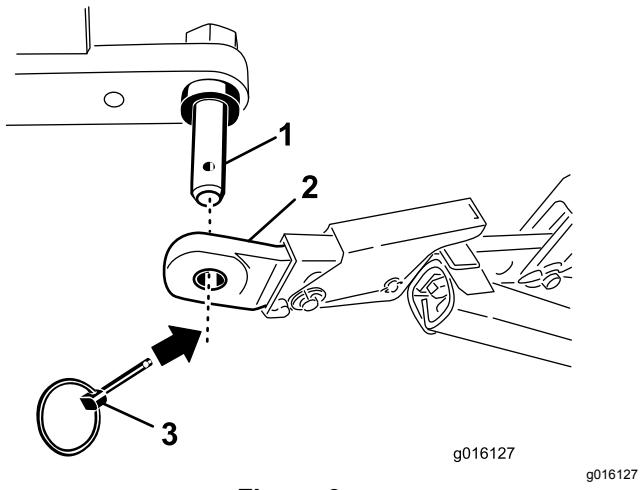

Figura 3
- Prenda os braços de articulação inferiores aos pinos de montagem do arejador com pinos de sujeição (Figura 3).